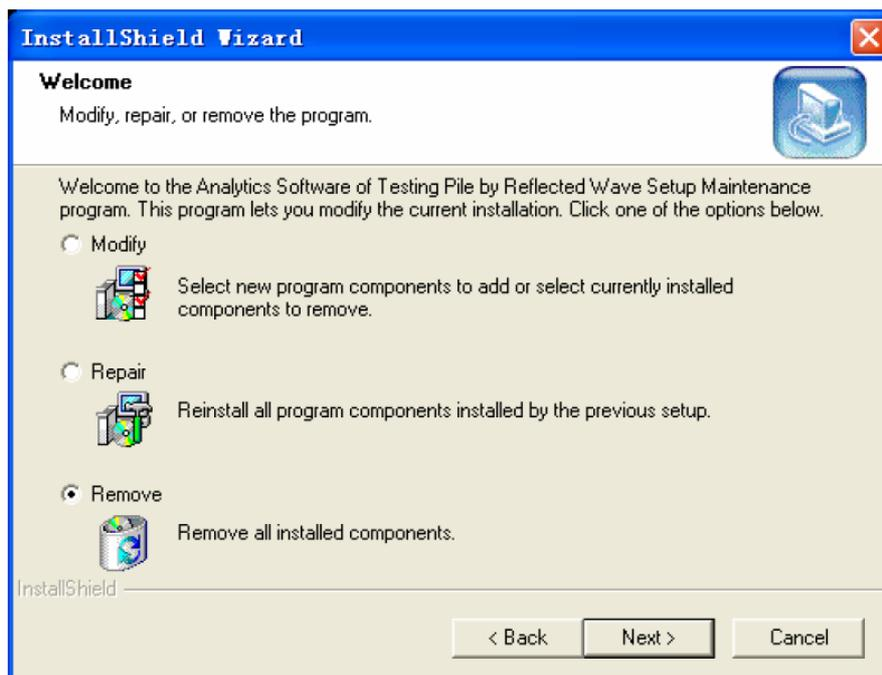
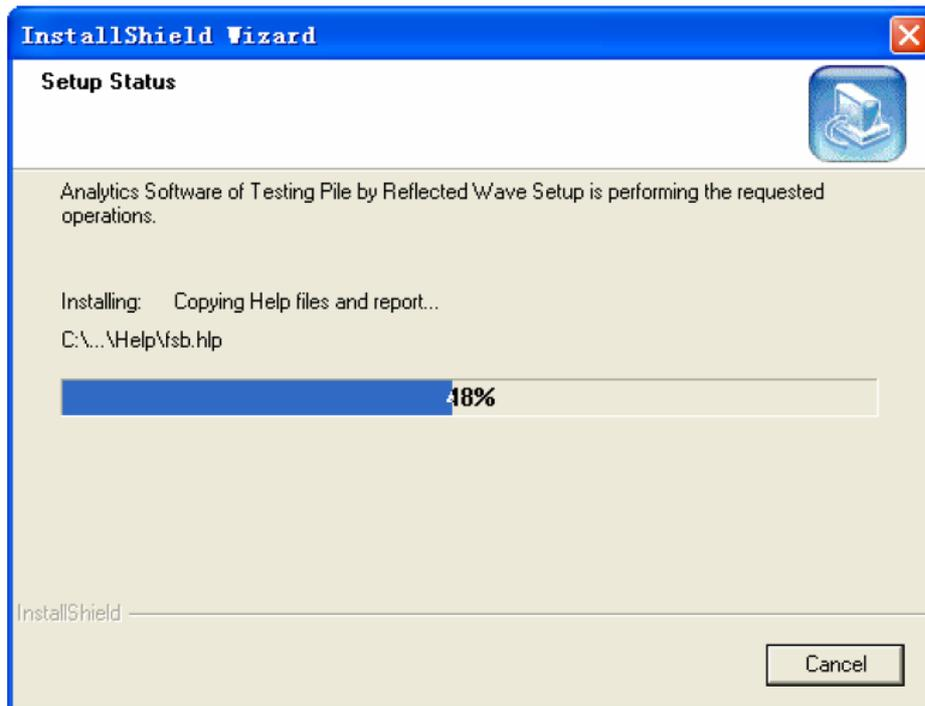
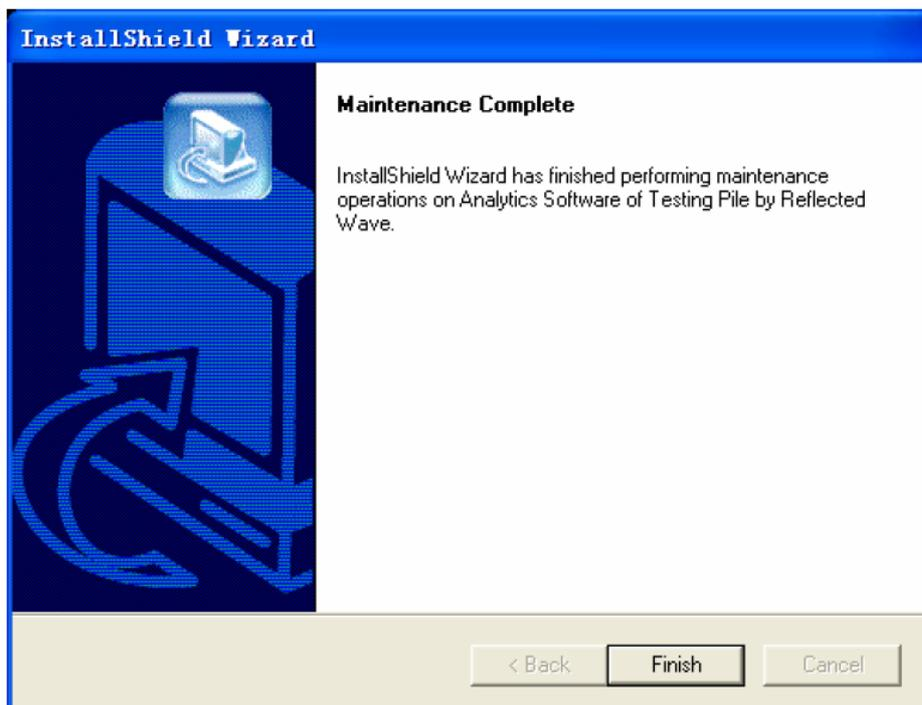

Figura 2.10 Finestra di dialogo Opzioni di installazione
Figura 2.11 Finestra di dialogo di avanzamento della disinstallazione
Figura 2.12 Finestra di dialogo di completamento della disinstallazione
- Metodo 2: La procedura guidata di disinstallazione può essere avviata selezionando le seguenti opzioni: **Startup** → **All Programs** → **Beijing ZBL** → **Analytics Software of Testing Pile by Reflected Wave** → **Uninstall Analytics Software of Testing Pali by Reflected Wave**. Dopo apparirà la finestra di dialogo opzioni di installazione nella Figura 2.10. Selezionando la terza opzione **Remove** nella finestra di dialogo **Installation Options**: se si sceglie **Cancel** si terminerà la disinstallazione; se sceglie **Next**, avvierai il processo di disinstallazione automatica, seguito dalla finestra di dialogo sull'avanzamento della disinstallazione (Figura 2.11). Al termine della disinstallazione, verrà visualizzata la finestra di dialogo **Completamento della disinstallazione** (Figura 2.12). Fare clic sul pulsante **Finish** e questo software verrà disinstallato completamente.